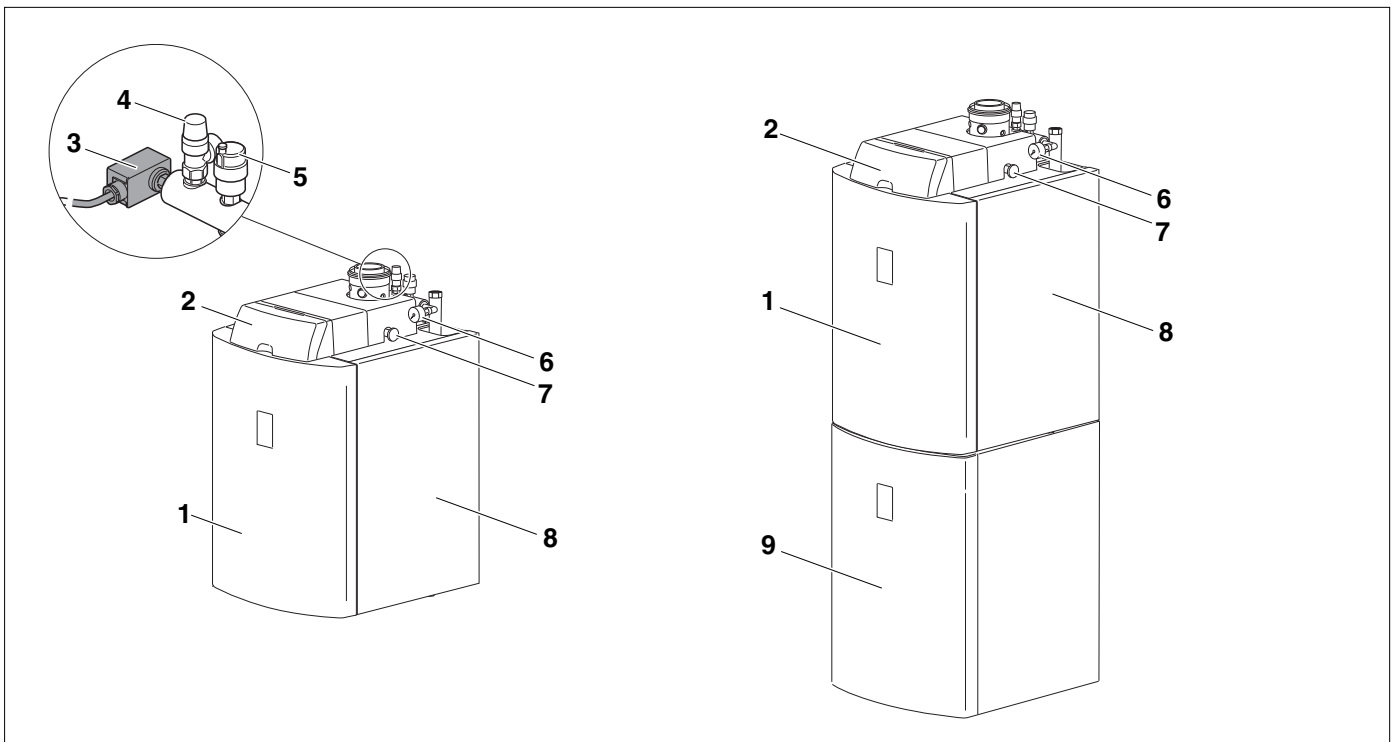

Bild 1 Logano SB105(T); links Öl-Kompakt-Heizkessel, rechts Wärmezentrale
Die Öl-Kompakt-Heizkessel Logano SB105 - 19 und Logano SB105 - 27 (Bild 1, links) werden werkseitig mit Brenner, Regelgerät und verschiedenen Zusatzkomponenten montiert.
Die Öl-Kompakt-Heizkessel Logano SB105T - 19 und Logano SB105T - 27 (Bild 1, rechts) bestehen aus dem jeweiligen Öl-Kompakt-Heizkessel, mit einem Warmwasserspeicher Logalux S135. Die Einheit (Wärmezentrale) ist ebenfalls komplett montiert, inklusive Kessel-Speicher-Verbindungsleitung.
- Verkleidung (Bild 1, **Pos. 8**, Seite 6) und Verkleidungsvorderwand (Bild 1, **Pos. 1**, Seite 6). Die Verkleidung und die Verkleidungsvorderwand verringern den Energieverlust.
- Integrierter Warmwasserspeicher Logalux S135 (Bild 1, **Pos. 9**, Seite 6) bei Logano SB105T mit Wärmeschutz aus FCKW-freiem Polyurethan-Hartschaum. Der Warmwasserspeicher ist mit einem Wärmetauscher ausgestattet. Der Wärmetauscher überträgt die Wärme aus dem Heizungswasser an das Trinkwasser. Der Speicherinhalt wird gleichmäßig erwärmt.
Druckschalter (Bild 1, **Pos. 3**, Seite 6),
Sicherheitsventil (Bild 1, **Pos. 4**, Seite 6),
automatischer Entlüfter (Bild 1, **Pos. 5**, Seite 6),
Manometer (Bild 1, **Pos. 6**, Seite 6),
Ölabsperrhahn (Bild 1, **Pos. 7**, Seite 6).